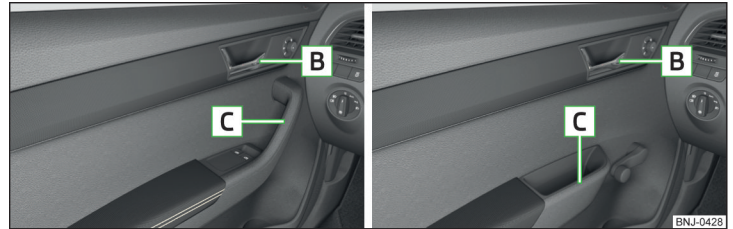

Abb. 47 Türöffnungshebel - Variante 1 / Variante 2
- Zum **Öffnen von innen** am Türöffnungshebel **B** » Abb. 47 ziehen und die Tür von sich weg drücken.